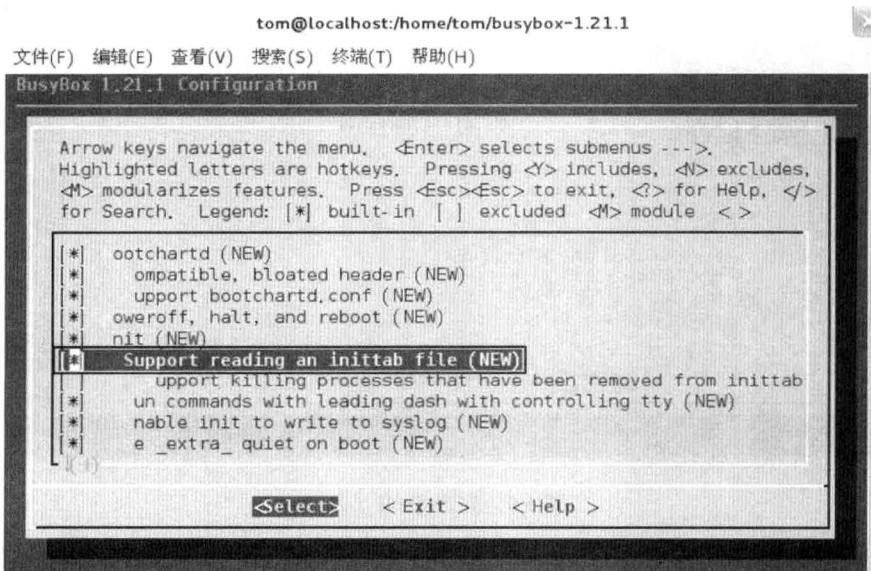

图 5.7 配置初始化工具 (Init Utilities)
(6) Debian Utilities 和 Mail Utilities，这两项工具在嵌入式系统中基本没有用到，读者可以不用配置这两个选项。
(7) 配置 Editors 时，可以只选 VI 和 diff 工具。
(8) 必须配置初始化工具 (Init Utilities)，并且在该窗口中一定要选择 Support reading an inittab file，支持 init 读取/etc/inittab 配置文件，如图 5.7 所示。